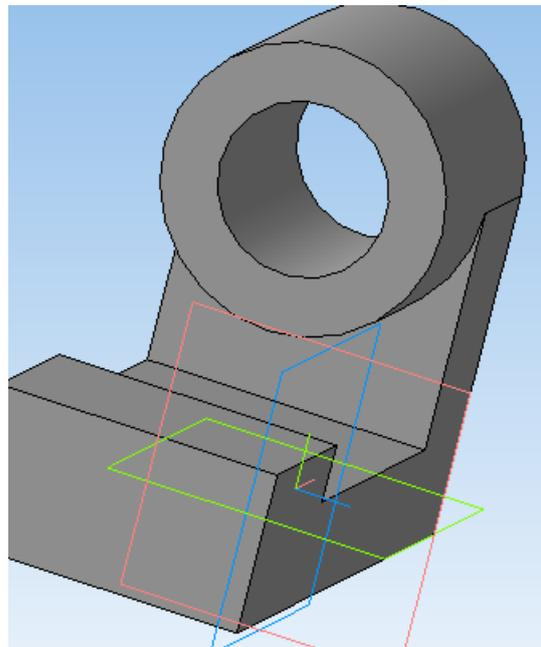

Рисунок 3.3 – Профили 2 и 3
5) На плоскости  $ZY$  постройте в разных эскизах профили 2 и 3. К профилю 2 примените операцию выдавливания на величину 40 мм, а к профилю 3 – вырезать выдавливанием с параметром «через все» (рисунок 3.3).